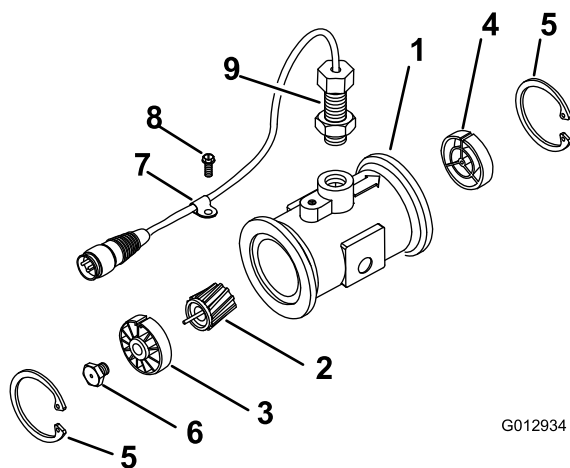

Figura 47
3. Rimuovete l'anello di ritenuta sul lato a monte (Figura 47).